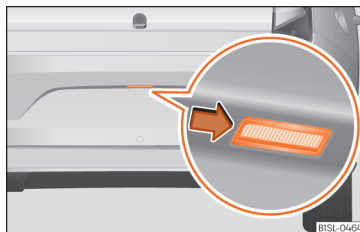

Abb. 91 Im Stoßfänger hinten: Kennzeichenleuchte ausbauen.
1. Mit einer Hand die Kennzeichenleuchte von links nach rechts drücken und aus dem Stoßfänger heraushebeln » Abb. 91.